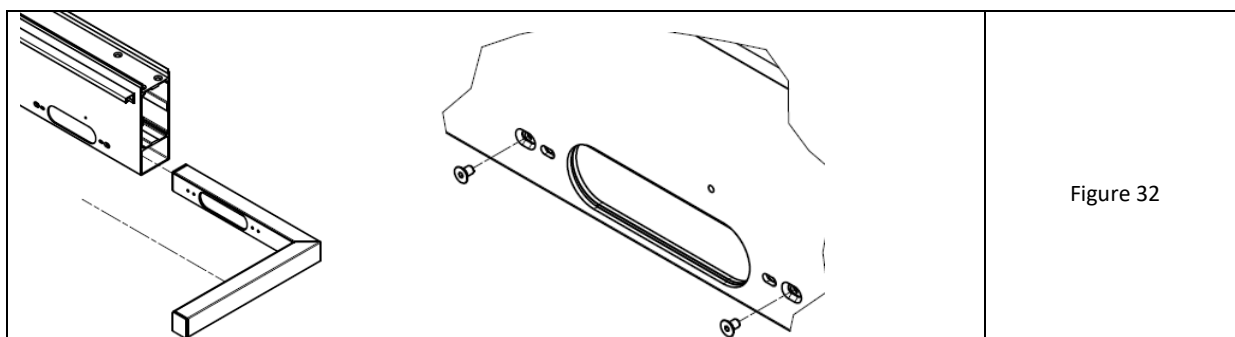

Figure 32
1. Fixer un trop-plein d'angle à une extrémité de chaque barre transversale du côté où il n'y a pas de poteau prévue (Fig. 32).
9. Lors de l'insertion, éviter de frotter la couche d'étanchéité et n'appliquer l'EPDM sur la paroi de la poutre qu'après avoir aligné les contours de l'haricot. Serrer avec 2 vis à tête fraisée M5x8 (dans les trous extérieurs de l'haricot avec le dragage). (voir Fig.32-droite).